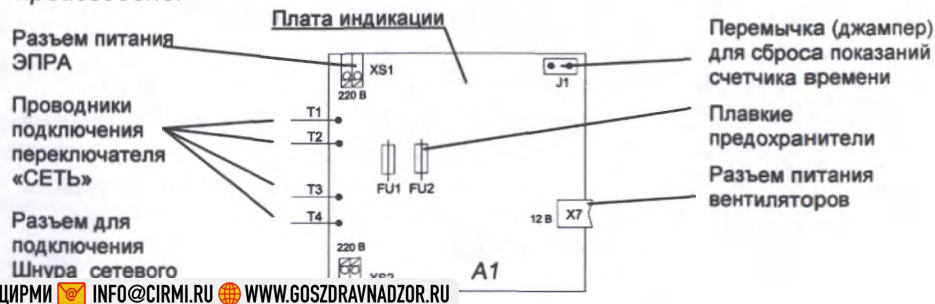

Рис. 4/1 Плата индикации
- установить перемычку J1 (джампер), на плату индикации (рис.4/1)